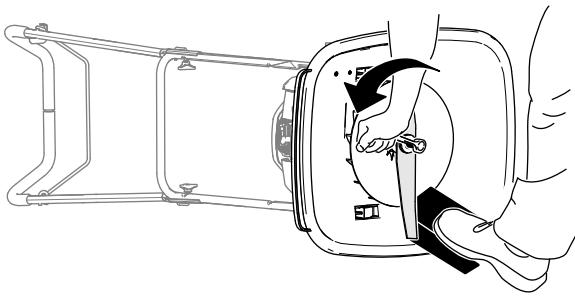

Figura 27
4. Usate un blocco di legno per tenere ferma la lama (Figura 27).
- Utilizzate la chiave fornita con la macchina per rimuovere la lama ruotando il bullone in senso antiorario (Figura 27).